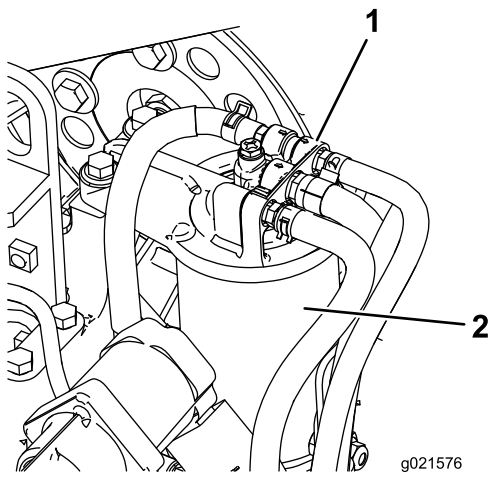

Figura 72
1. Limpie la zona alrededor del cabezal del filtro de combustible (Figura 72).
2. Retire el filtro y limpie la superficie de montaje del cabezal del filtro (Figura 72).